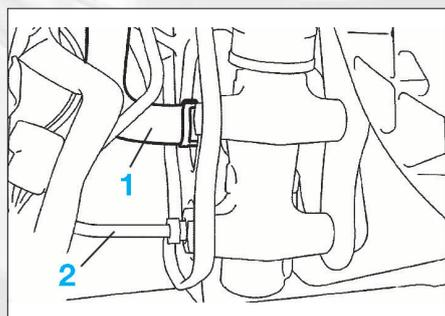

FIG. 7
- Enlever la durit (1) venant du réservoir (fig. 7).